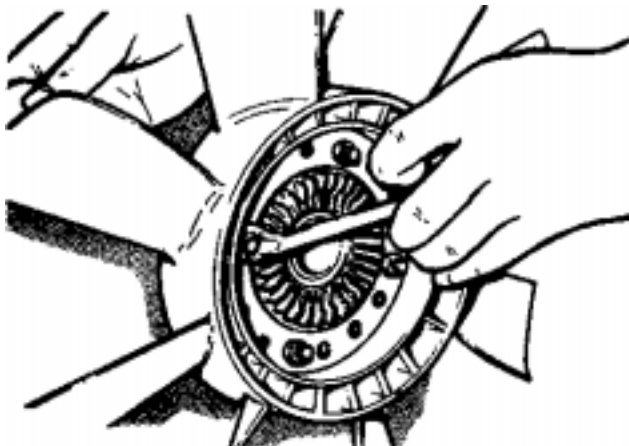

Рис. 2.13. Отсоединение вязкостной муфты от вентилятора.
8. Открутите четыре гайки и болты, которыми вязкостная муфта крепится к вентилятору и отсоедините муфту от вентилятора (Рис. 2.13). Все вентиляторы.